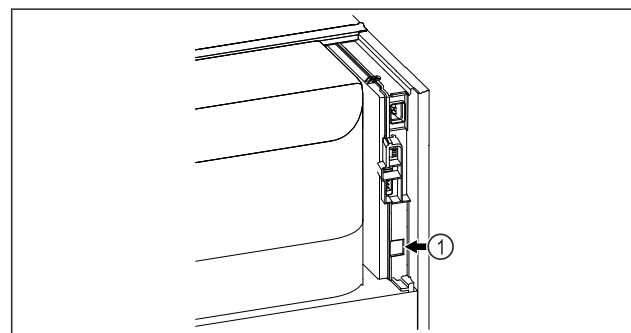

Fig. 97
- SmartModule Fig. 97 (1) naudojamas.